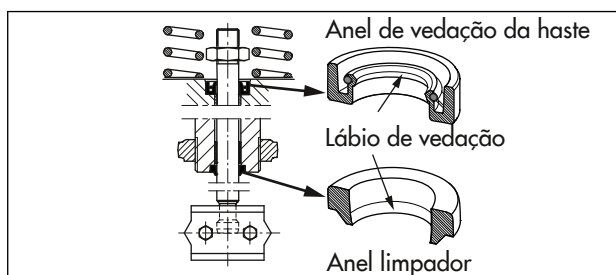

Fig. 27: Alinhamento do anel de vedação da haste e do anel limpador
6. Utilize uma ferramenta adequada para montar o anel de vedação da haste. Respeite o alinhamento correto do anel de vedação da haste (consulte a Fig. 27).